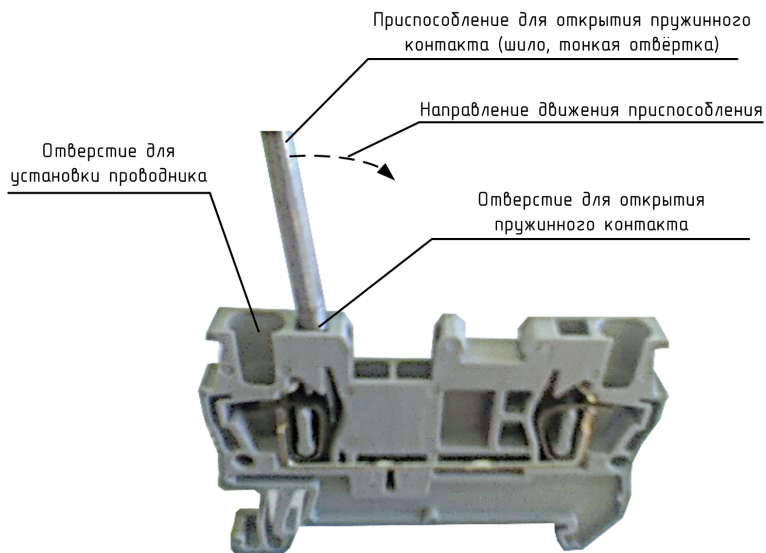

Рисунок 2.4 – Контакт для подключения питания 220В и интерфейса станции управления
2.4.5.1 Для крепления проводника необходимо вставить в гнездо для открытия пружинного контакта шило или тонкую отвёртку (далее по тексту приспособление) до упора (рисунок 2.4), при этом приспособление окажется немного отклонено к нижней крышке шкафа АСПТ-ДМ.